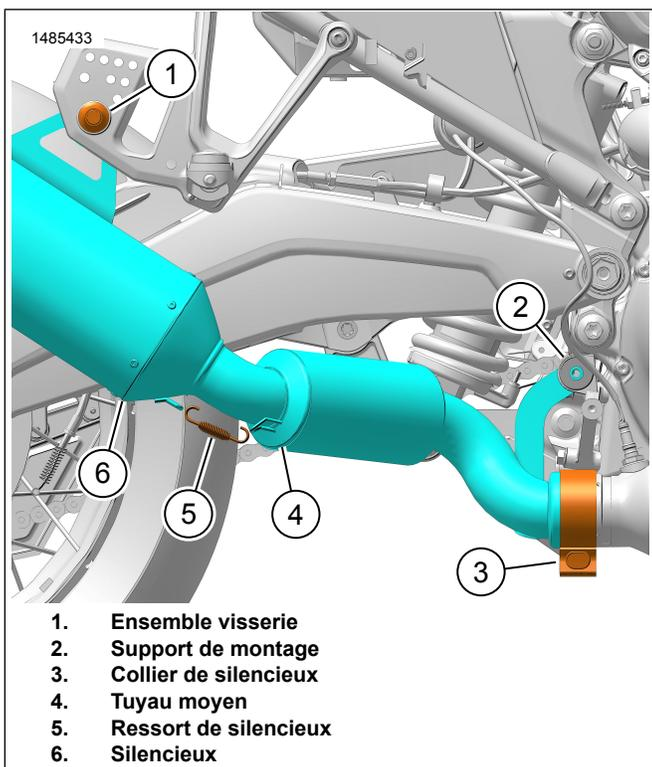

Figure 4. Ensemble silencieux Screamin Eagle
1. Figure 4 Installer le tuyau intermédiaire (4) au silencieux (6).
2. Installer le ressort du silencieux (5) sur les pattes de montage du ressort sur le tuyau intermédiaire et le silencieux.
3. Installer un **nouveau** collier de silencieux (3) sur le tuyau intermédiaire (4).